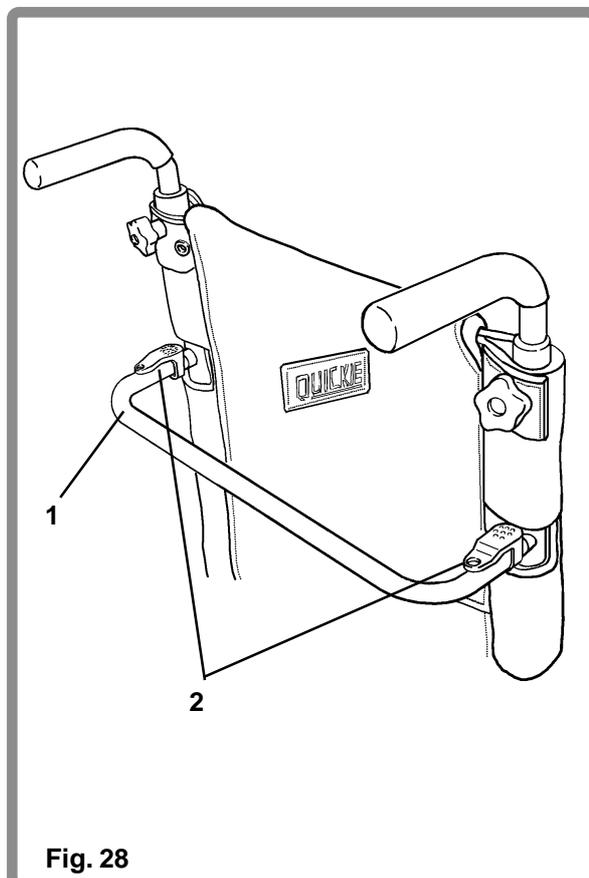

Fig. 28
Pour donner une rigidité supplémentaire à ces fauteuils, une barre de soutien du dos (1) est également livrée et montée (Fig. 28). Pour retirer la barre, avant de plier le fauteuil, les leviers (2), doivent être enfoncés des deux côtés de la barre; en les maintenant enfoncés, retirer la barre en tirant vers l'arrière. cf: feuilles de mesure.
Les fourches à deux trous (Fig. 45) vous permettent d'interchanger les roulettes de 125 mm, 200 mm et 150 mm et de régler la hauteur du siège (Fig. 28). Pour effectuer le réglage, retirer le boulon d'axe (1) et l'écrou (2) avec une clef de 13 mm et retirer la roulette (3). Changer la dimension de la roulette et / ou placer la roulette vers le haut ou vers le bas dans les trous pré-perçés souhaités (4) éloignés de 25 mm l'un de l'autre sur la fourche (5). Replacer le boulon et serrer jusqu'à 27 Nm.